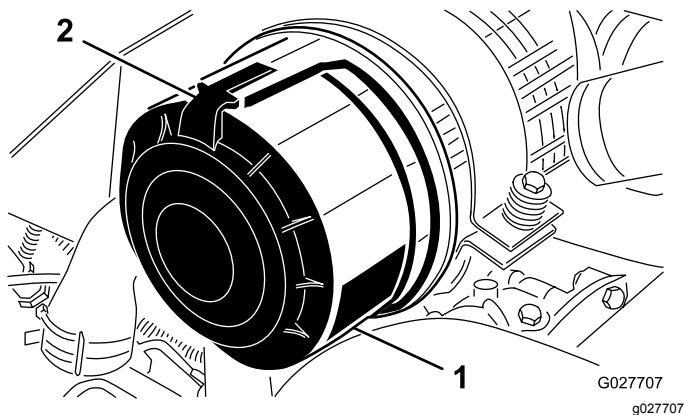

Figura 61
1. Liberte os trincos que fixam a cobertura do filtro de ar ao respetivo corpo (Figura 61).